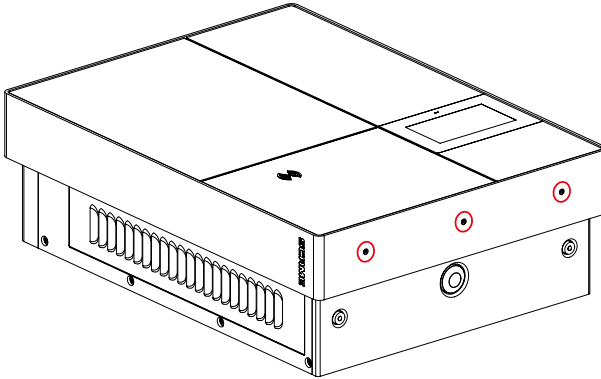

Bild 2: Topp- och sidoskruvar till metallram
- Ta ur påsens monteringsrække. Se bild 2.
- Placera räckets på en vertikal ren, plan yta och rikta in det horisontellt. Placeringen måste göras på så sätt att pilen pekar uppåt och upp-markeringen är vänd från väggen. Bild 2 visar de minimala avstånden från både golv och sidoföremål som behöver beaktas vid placering av räckets.